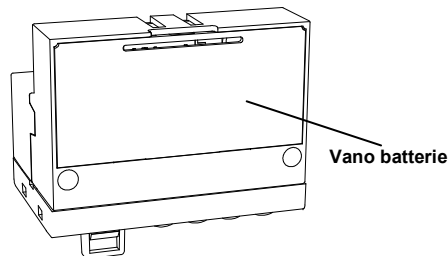

Fig. 6
4. Inserire le batterie nell'apposito vano batterie, Fig. 6; vedi paragrafo INSERIMENTO/SOSTITUZIONE BATTERIE.